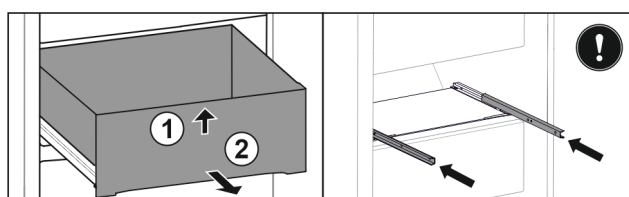

Fig. 40
- ▶ Schuiflade aan de voorkant optillen Fig. 40 (1).
- ▶ Er naar voren toe uitnemen Fig. 40 (2).